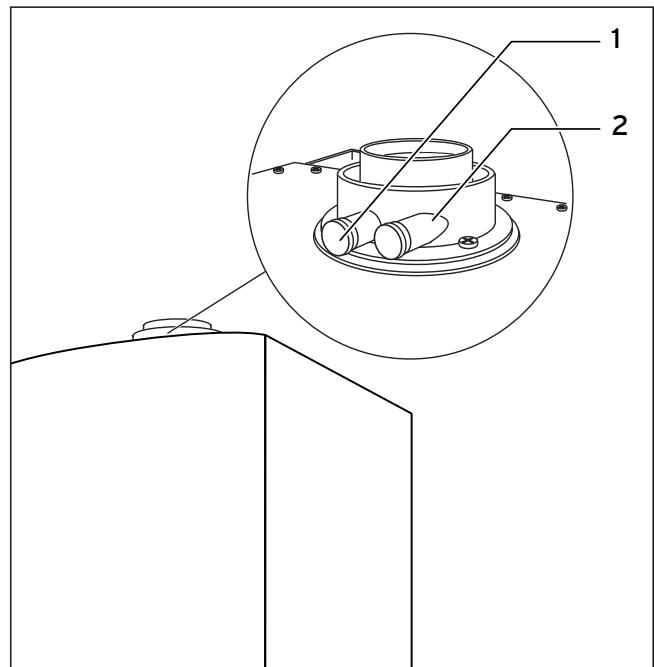

Abb. 6.3 Schornsteinfeger-Messungen
- Nehmen Sie Messungen im Abgasweg an der Prüföffnung (1) vor (Abb. 6.3). Messungen im Luftweg können Sie an der Prüföffnung (2) vornehmen.